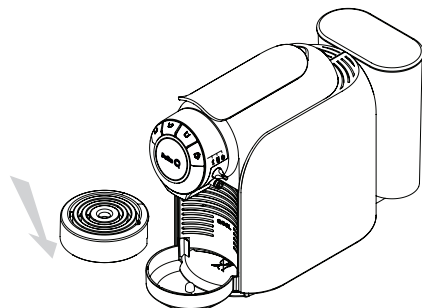

Fig. 12: Baje la bandeja para apoyar las tazas.
- En caso de que la taza sea más alta que la distancia entre la bandeja y la boquilla de extracción, baje la bandeja para apoyar las tazas (ver **Fig. 12**). Coloque una taza de té (con capacidad superior a 180cc) sobre la bandeja para soporte de tazas y debajo de la boquilla de extracción (ver **Fig. 13**).